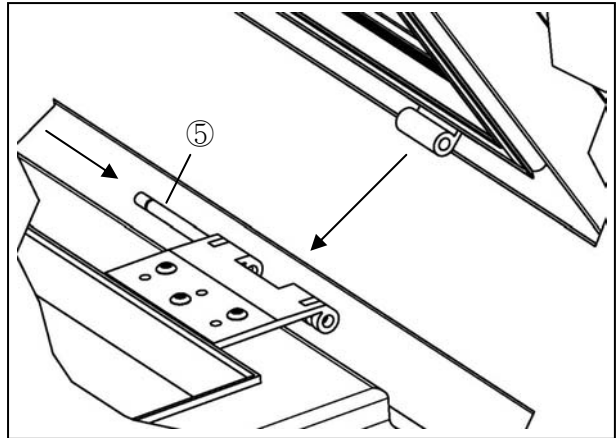
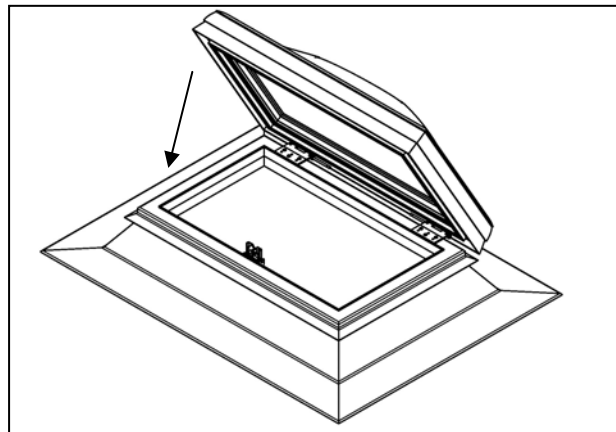

Bild 6
Bild 7
Lichtkuppel auf den Aufsetzkranz auflegen und Scharnierober- und unterteile zu -unterteilen ausrichten (*Bild 6*). Scharnierbolzen ⑤ in Pfeilrichtung einschieben, bis zur Arretierung durch den Sicherungsring. Danach Lichtkuppel schließen. Der Verriegelungsbolzen arretiert im Fallenschloss (*Bild 7*).